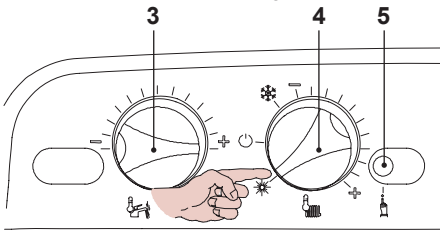

Fig. 9.9
- Posizionare le manopole del pannello comandi come indicato in Fig. 9.9.
- Per entrare nella modalità Spazzacamino bisogna entrare in programmazione premendo per 15 secondi il pulsante di ripristino 5 in Fig. 9.9 fino alla comparsa del parametro **P01**.
- Premere il pulsante di ripristino 5 in Fig. 9.9, per lo scorrimento dei vari parametri sino al raggiungimento del parametro valido per il settaggio della modalità Spazzacamino. Sul display LCD compare la seguente visualizzazione (la sequenza **P09** si alterna a **00**).